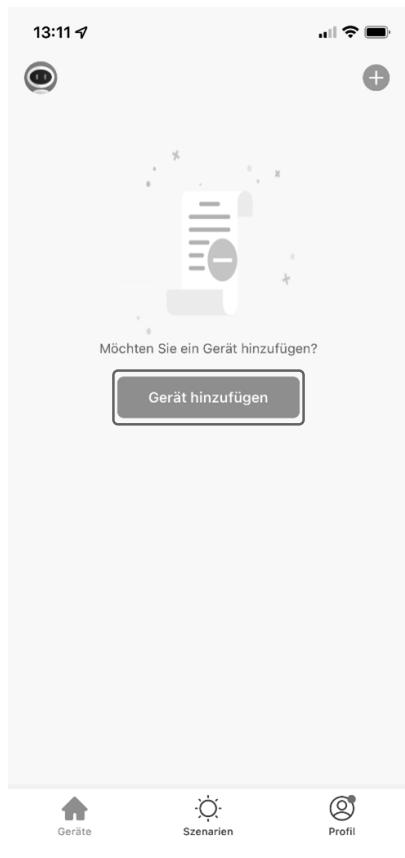

Abb. 1
- ▶ Wenn Sie bisher noch kein Gerät in der MEDION® Life Plus App angemeldet haben, tippen Sie auf die Schaltfläche **GERÄT HINZUFÜGEN** (s. Abb. 1).